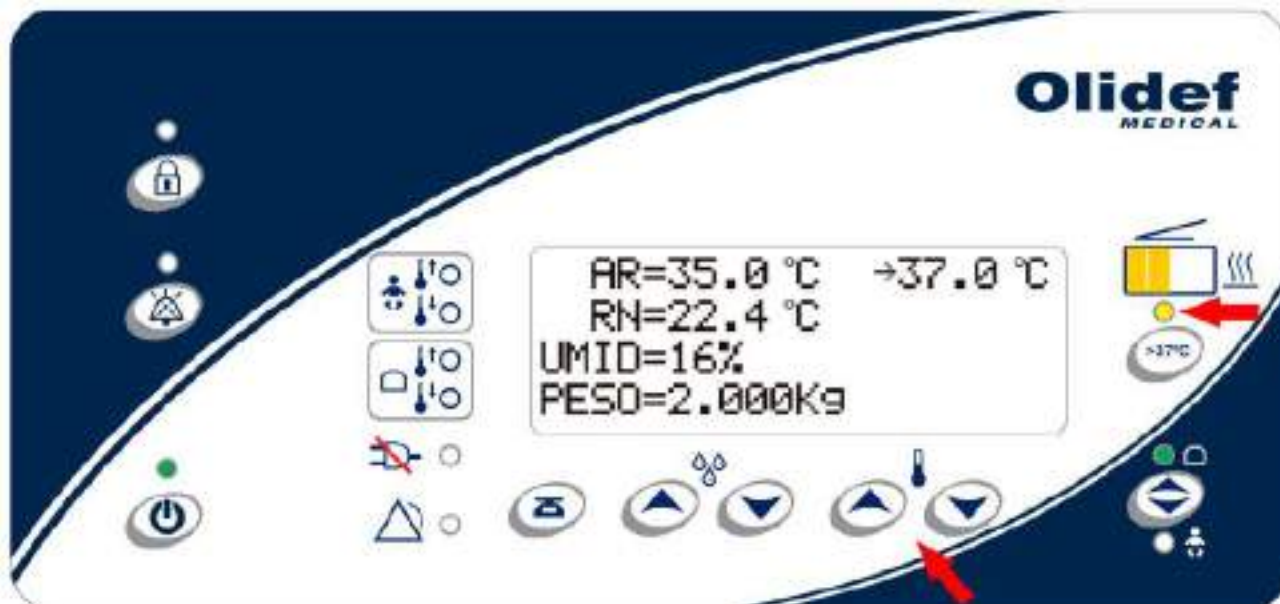

Figura 131 – LED indicador tecla “> 37 °C”
A Incubadora para recém-nascidos LINE 4 permite que o operador selecione temperaturas superiores a 37°C. Para programar valores acima de 37 °C, o operador deve: elevar a temperatura até chegar a 37 °C (observar sinal sonoro que será emitido por 3 segundos) e pressionar a tecla >37 °C (indicação conforme item 16 da figura 129) para desabilitar uma trava eletrônica, permitindo ajustar a temperatura entre 37,1 °C a 39 °C, a partir desse momento o indicador luminoso >37 °C acendera indicando que a faixa > 37 °C está habilitada, conforme figura 131.